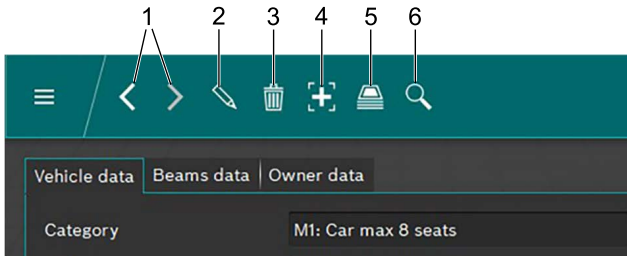

Abb. 83: Menüleiste
Mit den beiden Pfeilen (Abb. 83 / 1) kann zwischen vorhandenen Datensätzen hin und her geschaltet werden.
Wird ein vorhandener Datensatz im Fenster angezeigt, kann dieser nach einem Klick auf die Schaltfläche  (Abb. 83 / 2) bearbeitet werden. Nach dem Klick auf die Schaltfläche  ändert sich die Schaltfläche zu einer Diskette. Nach der Bearbeitung muss der Datensatz durch Klicken auf das Diskettensymbol gespeichert werden.
Ein im Fenster angezeigter Datensatz wird durch Klicken auf die Schaltfläche "Mülleimer" (Abb. 83 / 3) gelöscht.
Durch Klicken auf die Schaltfläche "Archiv" (Abb. 83 / 5) das Datensatzarchiv auf („6.13 Archiv“) aufrufen.
Nach einem Klick auf die Schaltfläche "Suchen" (Abb. 83 / 6) erscheint die Suchfunktion. Hier kann durch verschiedene Suchoptionen nach Datensätzen gesucht werden („6.12.2 Datensatz suchen nach Fahrzeug“ und „6.12.3 Datensatz suchen nach Fahrzeughalter“).
1. Auf die Schaltfläche  (Abb. 83 / 4) klicken.
Zur Suche nach einem Fahrzeug muss zuerst die Registerkarte **Fahrzeugdaten** gewählt werden. In der Menüleiste auf die Schaltfläche **Suchen**  (Abb. 83 / 6) klicken. Es öffnet sich ein Suchfenster.
Zur Suche nach einem Fahrzeughalter muss zuerst der Registerkarte **Daten Fahrzeughalter** gewählt werden. In der Menüleiste auf die Schaltfläche **Suchen**  (Abb. 83 / 6) klicken. Es öffnet sich ein Suchfenster.
Der angezeigte Datensatz kann durch Klicken auf die Schaltfläche **Daten löschen**  (Abb. 83 / 3) gelöscht werden.
! Nach Klicken auf die Schaltfläche **Daten löschen**  (Abb. 83 / 3) ist der Datensatz unwiderruflich gelöscht.
Um archivierte Testergebnisse der Fahrzeuge aufzurufen in der Menüleiste auf das Papierstapel Icon  (Abb. 83 / 5) klicken. Eine Liste aller archivierten Fahrzeugtests. Siehe „6.13 Archiv“ erscheint.